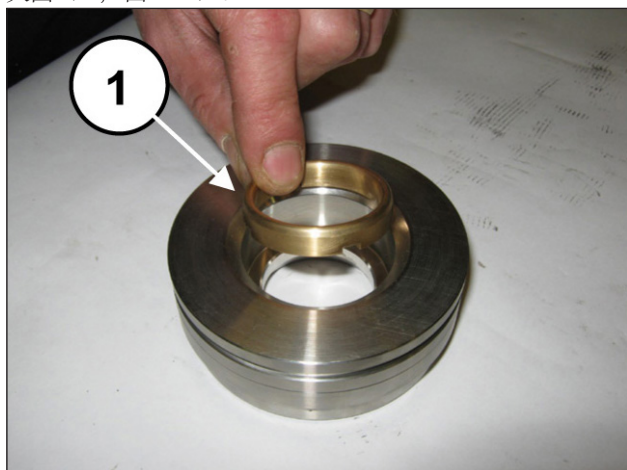
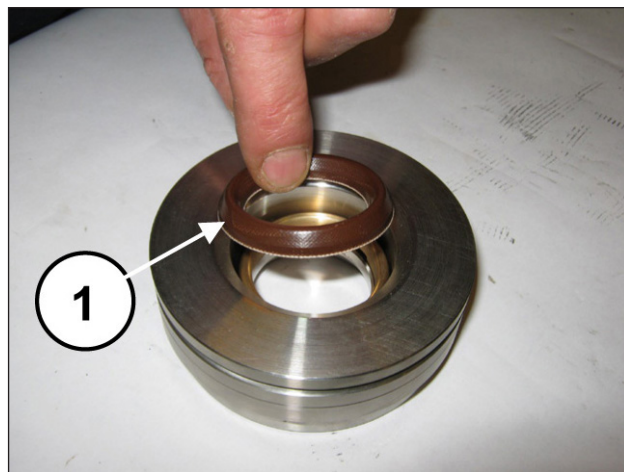
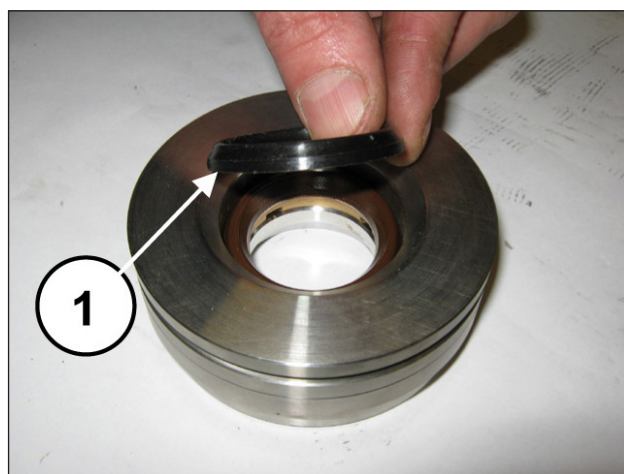

图 178
图 179
图 180
安装头环（①，图 178）、高压密封圈（①，图 179）和阻火圈（①，图 180）。